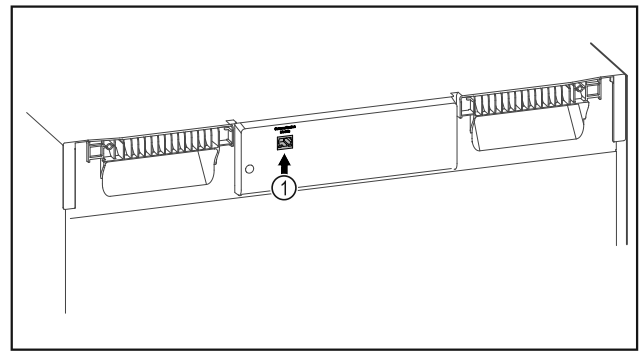

Fig. 89
- Le SmartModule Fig. 89 (1) est en place.